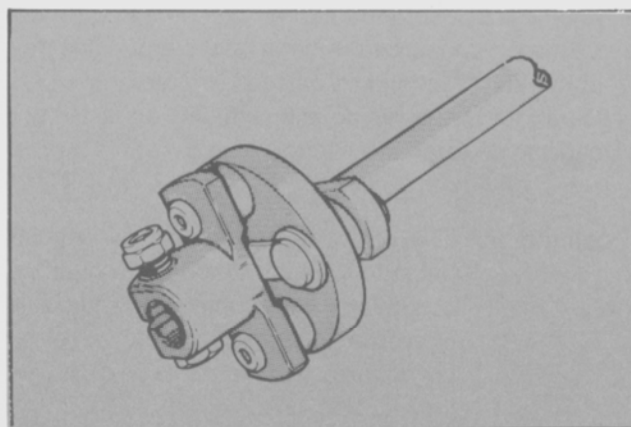

Fig. 33 - Instalación del acoplamiento flexible.
- Enganchar el eje de acoplamiento al eje del piñón del mecanismo de la dirección, comprobando que la estría de bloqueo quede correctamente asentada. Montar el perno retenedor y la tuerca de seguridad. Ajustar al torque indicado en especificaciones (Fig. 33).